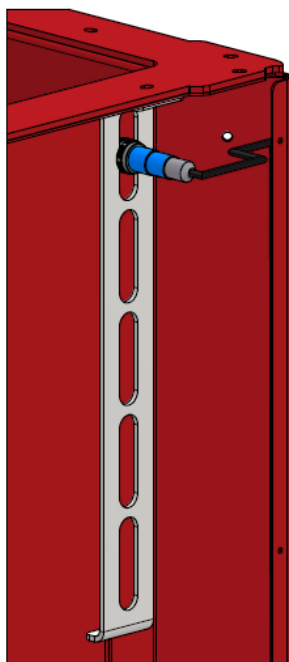

Figura 1
3. Posizionare il cavo sul bordo del telaio di sicurezza come mostrato in Figura 1 e farlo passare attraverso il foro nella piastra posteriore Figura 2 e successivamente nella copertura laterale per l'installazione nel quadro elettrico.